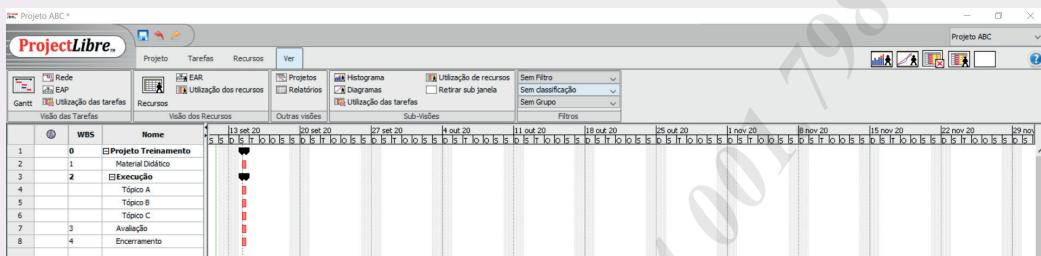

Figura 20. Modelo da EAP no Project Libre
1. Elaborar e organizar sua EAP utilizando a técnica de decomposição do escopo até o nível de Pacotes de Trabalho. Inserir a coluna “WBS” e inserir os códigos para controle da EAP conforme a Figura 20: